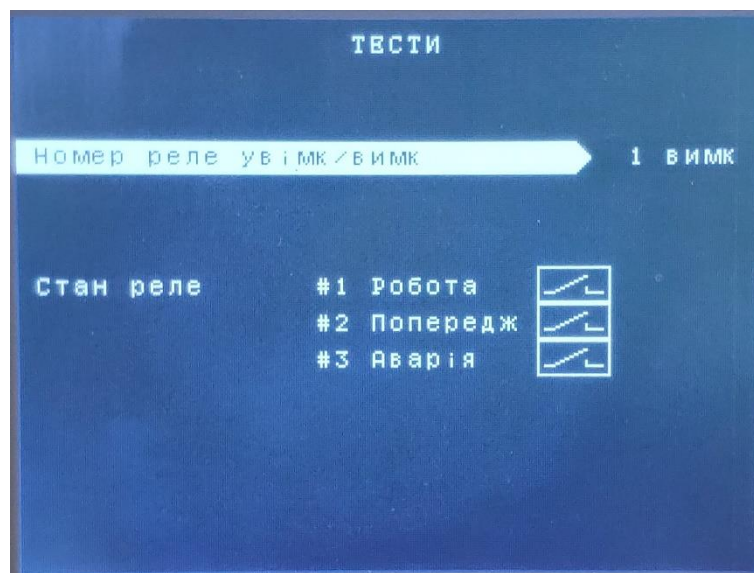

Рисунок 20 – Підрозділ «Реле сигналізації»
3.1. «Реле сигналізації» - підрозділ призначений для тестового увімкнення/вимкнення реле сигналізації МС (див. рисунок 20).